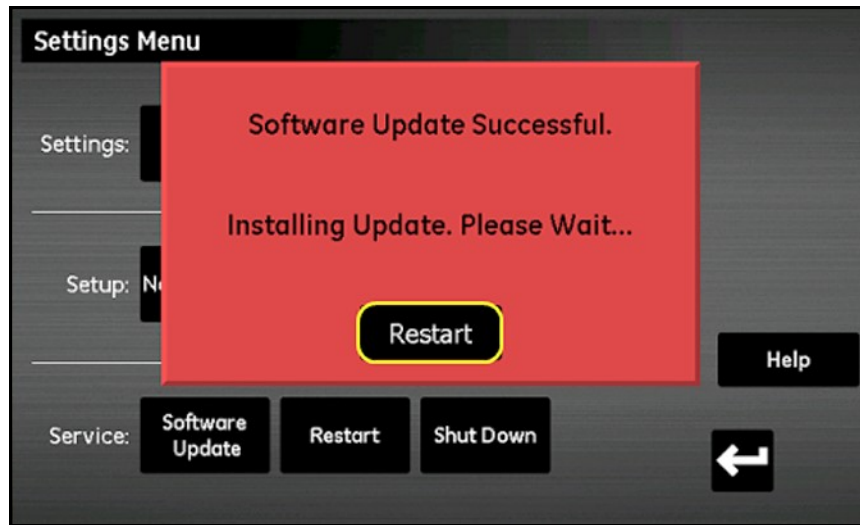

Figura 90: Tela Reiniciar
- Depois que a atualização de software estiver concluída, o medidor solicita que você reinicie o medidor (consulte a *Figura 90* abaixo). Toque no botão **Reiniciar** para reinicialização do moisture.IQ.